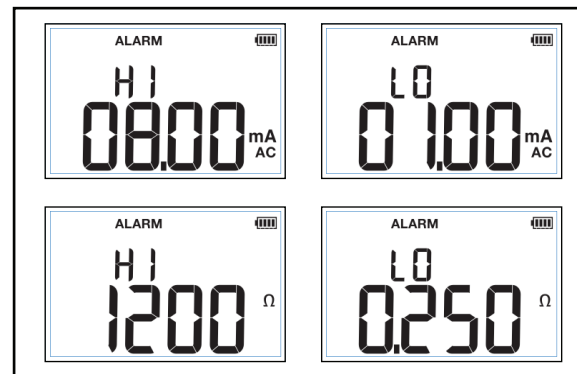

Figure 4. Fonctions d'alarme
1. Appuyez sur **SETUP** jusqu'à ce qu'**ALARM** (ALARME) s'affiche à l'écran. Voir la Figure 4.